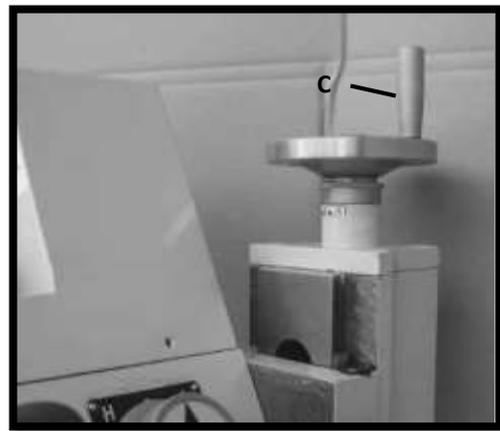

Рис. 05
**Маховик подъема фрезерной головы (С, Рис. 05)**, расположен справа от колонны. Голову можно перемещать вверх и вниз в зависимости от высоты обрабатываемой детали. Поверните маховик по часовой стрелке, чтобы поднять голову или против часовой стрелки, чтобы опустить ее.